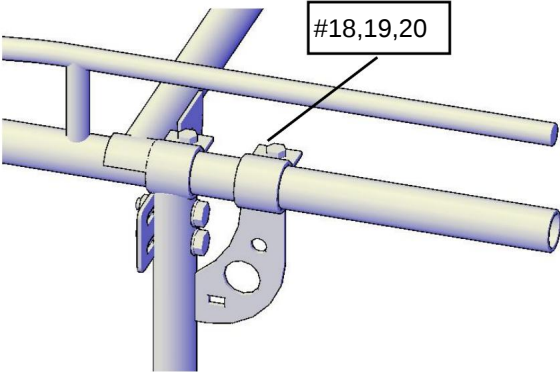

Fig.7
Fissare utilizzando i bulloni 2-M12x50 (n. 18), la rondella piatta (20) e il dado (19) (vedere Set di bulloni accessori "B") Serrare saldamente ma non completamente. (Fig.7)